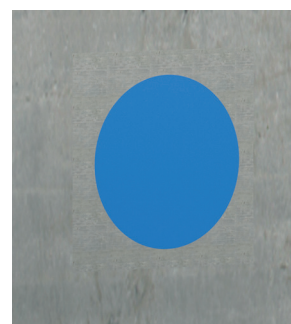

Fig. 2
- Realizar el segundo hormigonado. Esta operación consiste en rellenar los huecos de las cajas cerciorándose que no quede ningún resalte en el canal (fig. 2).
- Realizar el segundo hormigonado. Esta operación consiste en rellenar los huecos de las cajas cerciorándose que no quede ningún resalte en la obra civil (fig. 2).